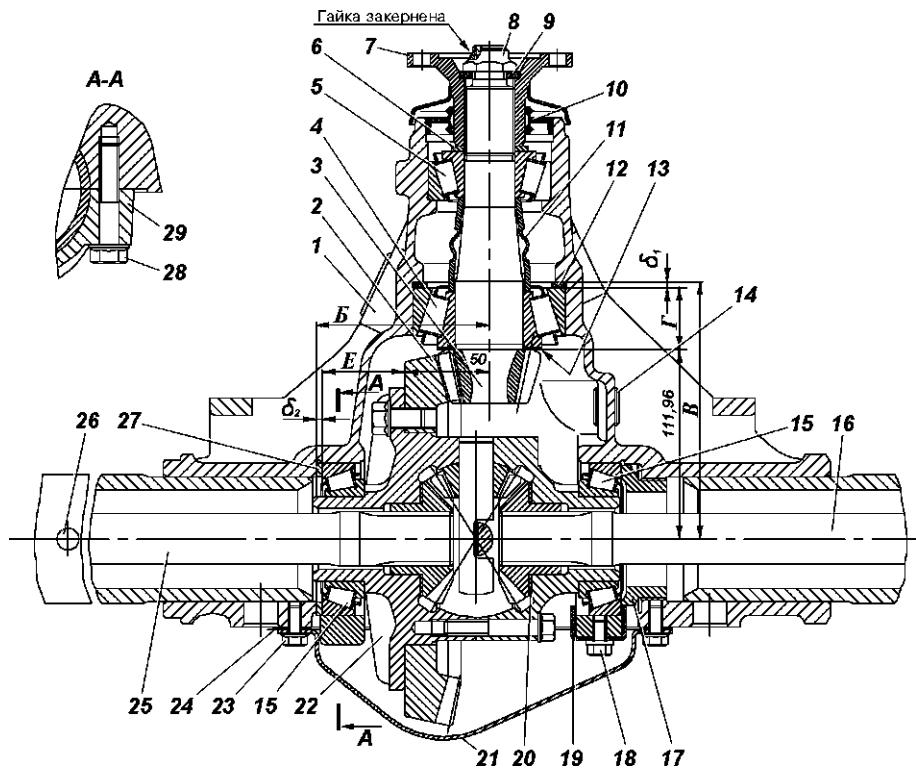
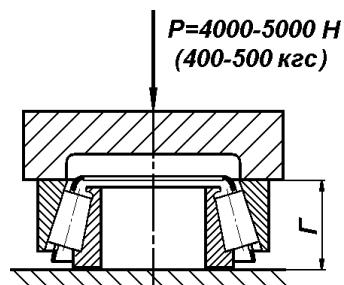
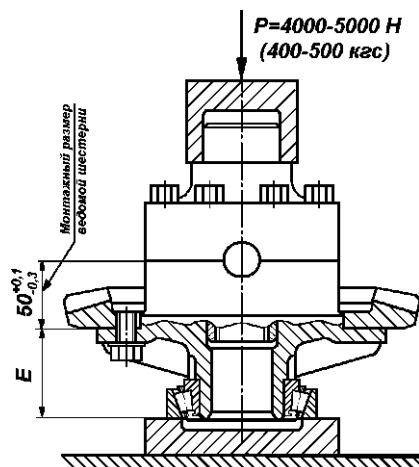

Рис. 9.1. Мост задний:
Рис. 9.8. Замер монтажной высоты подшипника ведущей шестерни главной передачи
Рис. 9.9. Замер установочного размера дифференциала с подшипником
### ЗАДНИЙ МОСТ (рис. 9.1)
Для устранения осевого зазора ведущей шестерни необходимо подтянуть гайку 8 (см. рис. 9.1). При этом имейте в виду, что гайка имеет кернение в паз резьбовой части ведущей шестерни и при подтяжке потребуется большее усилие на ключе. Подтяжку гайки производите осторожно до устранения осевого зазора ведущей шестерни, недопуская ее перетяжки, после чего закерните гайку. Если закерненную гайку подтянуть не удается, то ее следует сначала отпустить на 0,5 - 1,0 оборота, а затем затянуть до устранения осевого зазора и закернить.
2. Отверните болты крепления полуосей и с их же помощью снимите полуоси 16 и 25 (см. рис. 9.1).
*Фланец ведущей шестерни.* Торец фланца, сопряженный с кольцом 6 (см. рис. 9.1), должен быть гладким. При
- Подберите регулировочное кольцо 12 (см. рис. 9.1) толщина которого определяется по действительным размерам В и Г, и должна быть равна  $\delta_1 = (B - (111,960 + Г))$  мм с точностью  $\pm 0,025$  мм. (Размер Г измеряется так, как показано на рис. 9.8.) Установите его в картер 1 (см. рис. 9.1) главной передачи.
При установке новой ведомой шестерни 2 и нового подшипника 15, установленного со стороны ведомой шестерни и упирающегося в регулировочное кольцо 27, измерьте размер Е (рис. 9.9), приложив осевое усилие  $P=4000-5000$  Н (400-500 кгс) и прикатав подшипник, чтобы ролики заняли правильное положение. В картере измерьте размер Б (см. рис. 9.1) от оси ведущей шестерни до упорного торца подшипника дифференциала. По действительным размерам Б, Е и монтажного размера 50 мм ведомой шестерни подберите кольцо толщиной  $\delta_2 = (B - (E + 50 \pm x))$  мм с точностью  $\pm 0,025$  мм, где  $x$  - величина фактического отклонения от монтажного размера 50 мм с соответствующим знаком (плюс или минус), которая нанесена электрографом на торце ведомой шестерни.
Если требуется заменить только подшипник дифференциала, установленного со стороны ведомой шестерни, то следует измерить монтажную высоту подшипника, как указано на рис. 9.8. Если измеренная высота нового подшипника больше или меньше высоты старого подшипника на какую-то величину, то, чтобы не нарушать положение ведомой шестерни, новое регулировочное кольцо 27 (см. рис. 9.1) должно быть